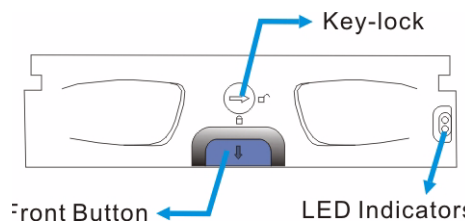

Bild 6.1 Laufwerkhalterung, Vorderansicht
1. Drehen Sie das Schloss in die entriegelte Position. Das Schloss ist entriegelt, wenn das Schlüsselloch an der Vorderseite waagerecht steht (siehe *Bild 6.1*).